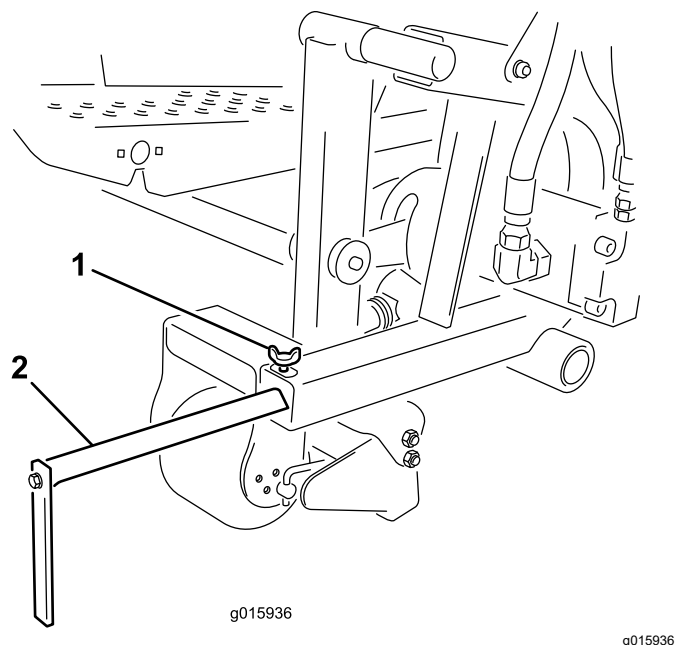

Рисунок 11
Ослабьте регулировочный винт и переместите направляющую для выравнивания в нужное положение (Рисунок 11).
1. Ослабьте винт и переместите направляющую для выравнивания вперед или назад в нужное положение (Рисунок 11).